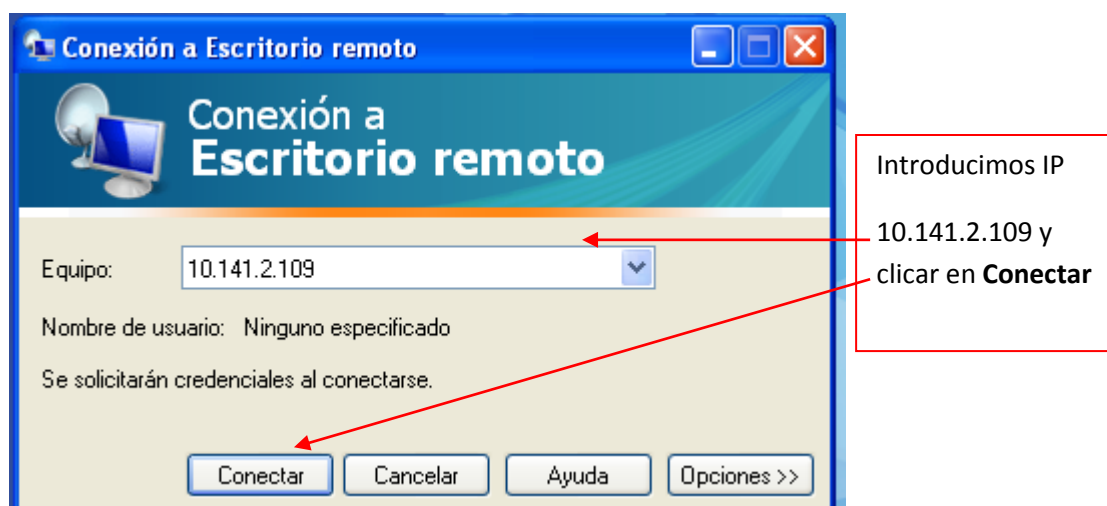

Imagen 10
7.- Realizados los pasos anteriores, Aparecerá el siguiente panel (**Imagen 10**), en la cual introduciremos en la parte de equipo la dirección IP 10.141.2.109 y clicaremos en conectar para tener acceso a la conexión remoto: